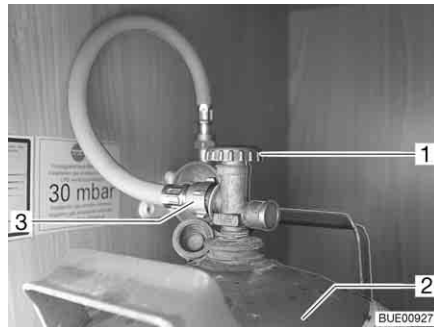

Fig. 116 Caja para bombonas de gas
- Cerrar la llave de paso principal (Fig. 116,1) de la bombona de gas (Fig. 116,2). Observar el sentido de la flecha.
- Desenroscar la goma del gas (Fig. 116,3) de la bombona de gas.